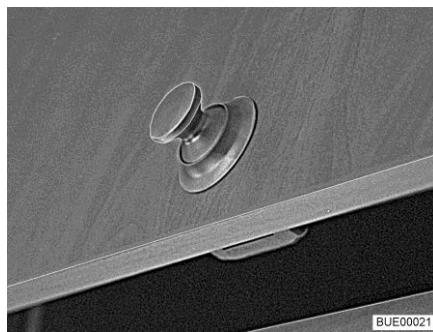
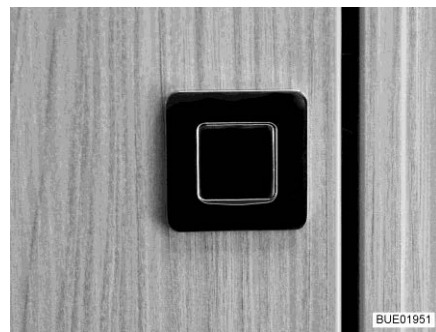

Bild 41 Möbelklappe mit rundem Druckknopf
Bild 42 Möbelklappe mit rechteckigem Druckknopf
- Innenteil des Schlosses drücken. Der Druckknopf (Bild 41 oder Bild 42) springt heraus.